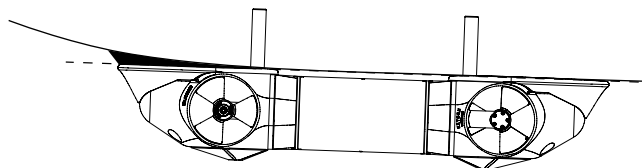

Fig. 32: monteringsoverflaten, **EX Dual**
- Monteringsoverflaten for **EX Dual** må være rett og i samme plan. Det må om nødvendig lages en passende anleggsflate (fig. 32).